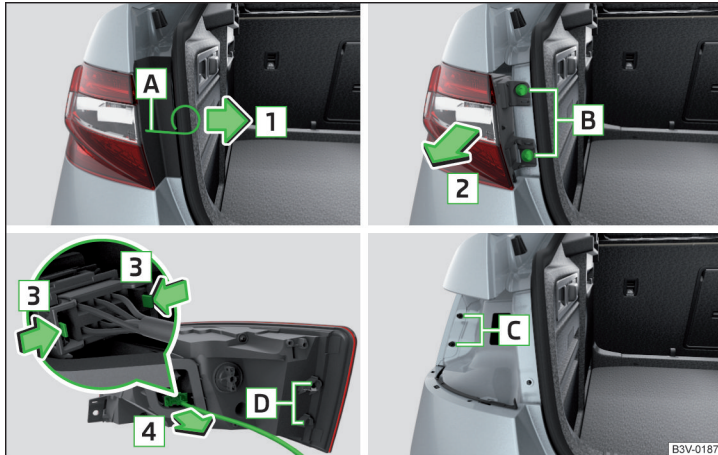

Abb. 275 Leuchte ausbauen / Stecker abziehen
- › In die Öffnung **A** » Abb. 275 den Bügel zum Abziehen der Radvollblenden » Seite 235, Bordwerkzeug einführen.
- › Den Stecker entgegen der Pfeilrichtung **4** » Abb. 275 in die Leuchte einschieben.